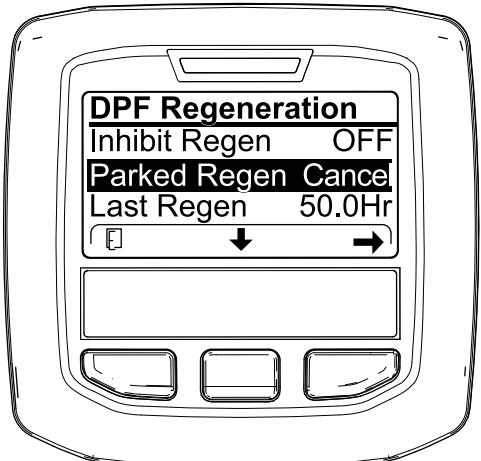
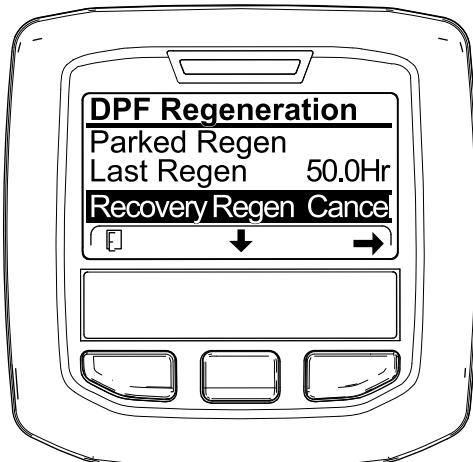

Рисунок 70
Рисунок 71
1. Перейдите к меню регенерации DPF (Рисунок 70).
2. Нажмите среднюю кнопку, чтобы перейти вниз к опции PARKED REGEN CANCEL (Отмена стационарной регенерации) (Рисунок 70) или к опции RECOVERY REGEN CANCEL (Отмена восстановительной регенерации) (Рисунок 71).
3. Нажмите правую кнопку для выбора опции Regen Cancel (Отмена регенерации) (Рисунок 70 или Рисунок 71).